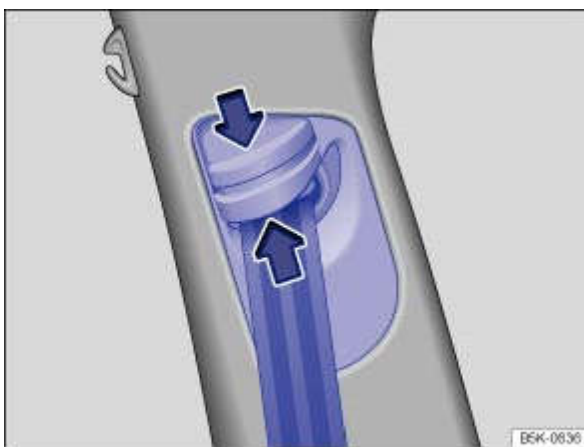

Fig. 76 À côté des sièges avant : réglage en hauteur de la ceinture
- Comprimez la ferrure d'inversion dans le sens des flèches et maintenez-la comprimée → Fig. 76 .